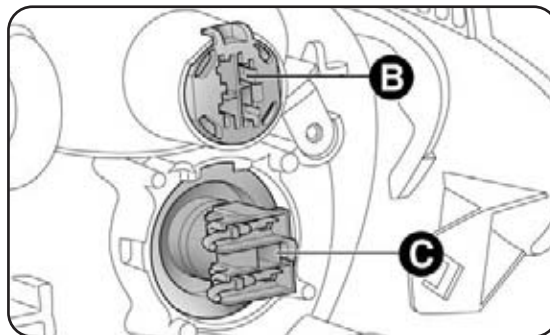

fig. 23
- sfilà il portalampada B-fig. 23, estrai la lampada e sostituiscila;
- sfilà il portalampada C-fig. 23, estrai la lampada e sostituiscila;